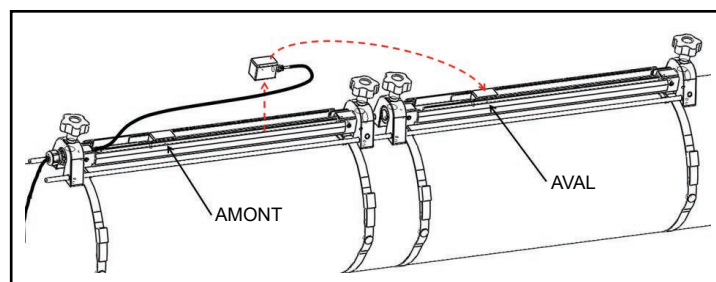

Figure 16 : Déplacement du transducteur en aval
- b. Retirez le transducteur en aval du premier dispositif de fixation (voir la figure 16 ci-dessous), débranchez le câble du transducteur et acheminez le câble dans le deuxième dispositif de fixation. Installez ensuite le transducteur en aval dans le deuxième dispositif de fixation et rebranchez le câble du transducteur. Si vous utilisez un couplant solide, appliquez-le sur les faces des deux transducteurs. Ensuite, faites pivoter les transducteurs sur le rail.